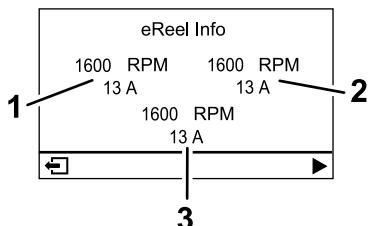

図 21
- **eリールモーター画面図 21** 各カッティングユニットモーターの回転数と電流を表示します